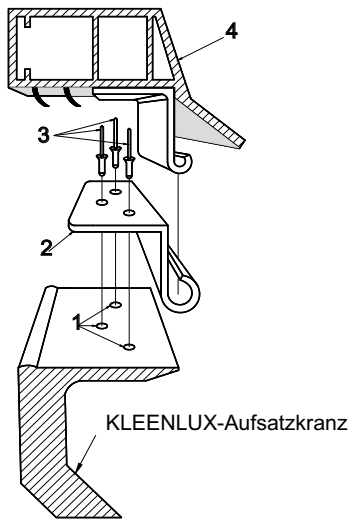
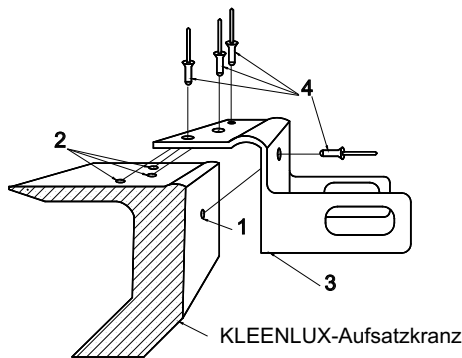

Abb. 4: Montage der unteren Scharnierteile.
Abb. 5: Montage der unteren Aufnahmekonsole.
- ⑤ Legen Sie die unteren Scharnierteile an den angezeichneten Stellen vollflächig auf den Aufsatzkranz und zeichnen die Bohrstellen am Aufsatzkranz an.
- ⑥ Durchbohren Sie die angezeichneten Stellen mit \varnothing 5mm (Abb. 4, Pos. 1) und nieten die Scharnierunterteile fest (Abb. 4, Pos. 2+3).
- ⑦ Hängen Sie den Lüfterrahmen bei einem Öffnungswinkel von ca. 130° in die unteren Scharnierteile ein (Abb. 4, Pos. 4) und schließen diesen.
- ⑧ Schieben Sie die untere Aufnahmekonsole zwischen Lüfterrahmen und Aufsatzkranz und vermitteln Sie diese unter der oberen Aufnahmekonsole.
- ⑨ Öffnen Sie den Lüfterrahmen etwas, zeichnen die Bohrstellen am Aufsatzkranz an (Abb. 5, Pos. 1+2), legen die Konsole beiseite und hängen anschließend den Lüfterrahmen wieder aus.
- ⑩ Bohren Sie an den angezeichneten Stellen Löcher mit \varnothing 5mm (Abb. 5, Pos. 1+2) und nieten die untere Aufnahmekonsole fest (Abb. 5, Pos. 3+4). Hängen Sie anschließend den Lüfterrahmen wieder ein. Achten Sie hierbei unbedingt auf ein korrektes ineinander greifen aller Scharniere!